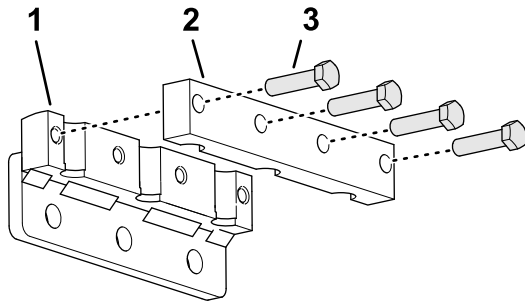

図 40
1. タインホルダーにタインクランプを仮止めする 図 40 ボルト  $\frac{3}{8}$  x  $1\frac{1}{2}$ " 4 本を使用する。この時点ではまた本締めしないこと。